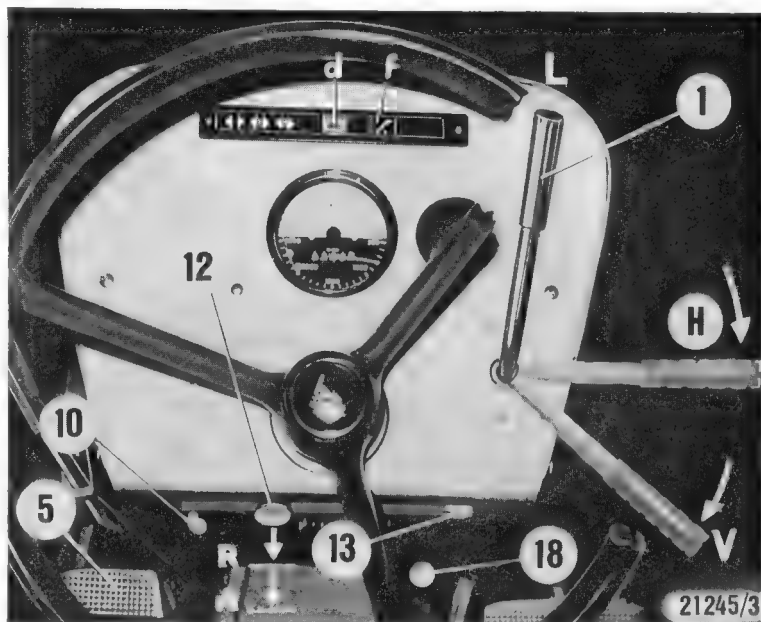

Fig. 16
Ne jamais arrêter brusquement un moteur ayant tourné en pleine puissance, réduire graduellement sa charge jusqu'à stabilisation de sa température. Tirer alors jusqu'à fond de course le bouton de la tirette d'arrêt (⑧ sur fig. 16) et l'y maintenir jusqu'à ce que le moteur soit immobilisé — Passer alors la clé-contact en position — 0 — ou — P — et la retirer.